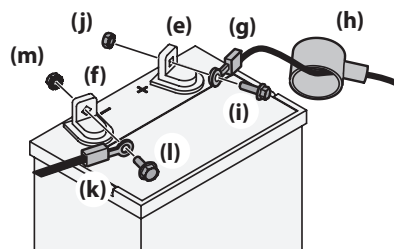

Figure 5
Aux fins d'expédition, les deux câbles de batterie de votre équipement peuvent ne pas avoir été branchés en usine. Pour brancher les câbles de la batterie, procédez comme suit (Figure 5) :
2. Retirez la gaine rouge (h), le cas échéant, de la borne positive de la batterie (e) et fixez le câble rouge (g) à la borne positive de la batterie (e) à l'aide du boulon (i) et de l'écrou hexagonal (j) (Figure 5).
3. Placez la gaine rouge (h) sur la borne positive de la batterie (e) pour l'isoler et la protéger de la corrosion (Figure 5).
4. Fixez le câble noir (k) à la borne négative de la batterie (f) à l'aide du boulon (l) et de l'écrou hexagonal (m) (Figure 5).